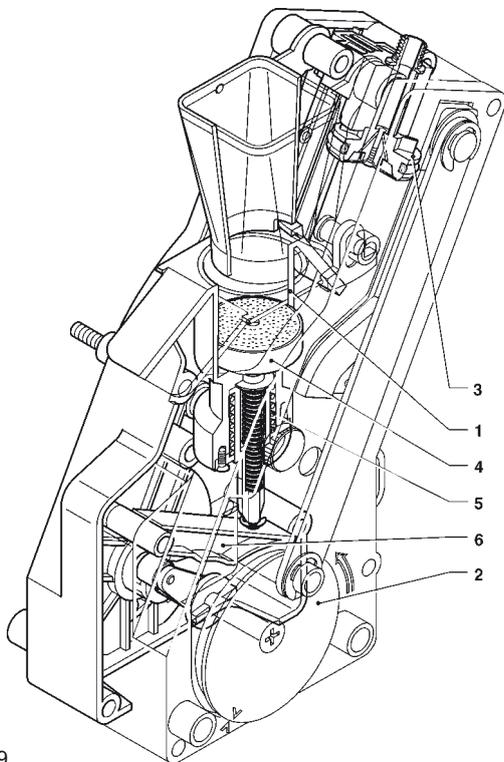

Abb. 19
Bei Abfrage einer Kaffeewahl, dreht sich die Gruppe während des Betriebs der Mühle um 180°. Auf diese Weise wird die Brühkammer in Senkrechtstellung gebracht (siehe Abb. 19).
Der Kaffee fällt in die vertikal angebrachte Brühkammer (1) (siehe Abb. 19).